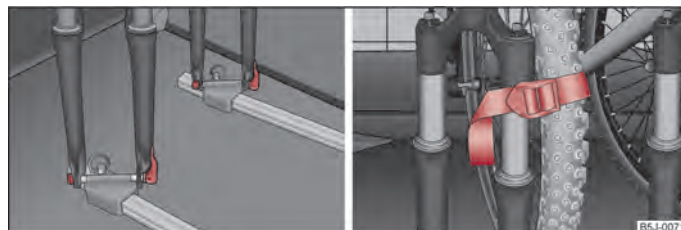

Fig. 58 Montar la bicicleta/fijación de la rueda delantera
- Coloque la horquilla de la bicicleta sobre el eje de fijación y fíjela mediante la sujeción rápida ⇒ fig. 58 (izquierda).
- Lo mejor es que coloque la rueda delantera desmontada entre la biela del pedal izquierdo y el marco de la bicicleta. Fíjela mediante una cinta de sujeción a la horquilla delantera ⇒ fig. 58 (derecha), o bien a uno de los puntos de sujeción.